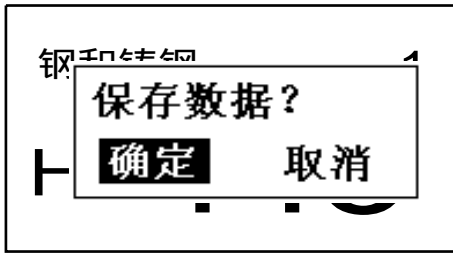

图1
2. 当有测量值未被存储时仪表会给出提示框提示用户进行存储（图1）。